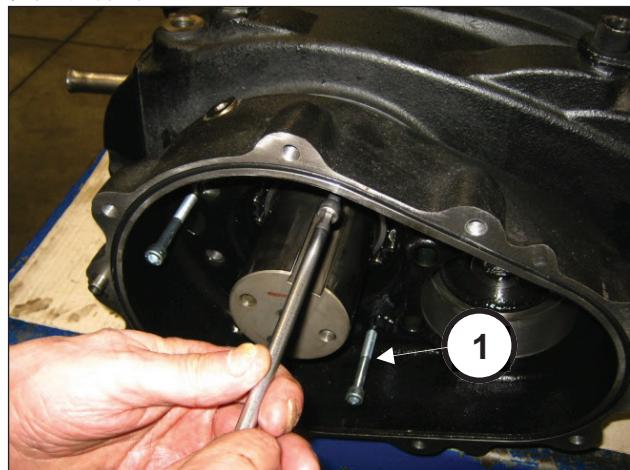

图 23
通过拔取器将3个螺柱或M8全螺纹螺栓（位置①，图 23）定位在专用孔中。